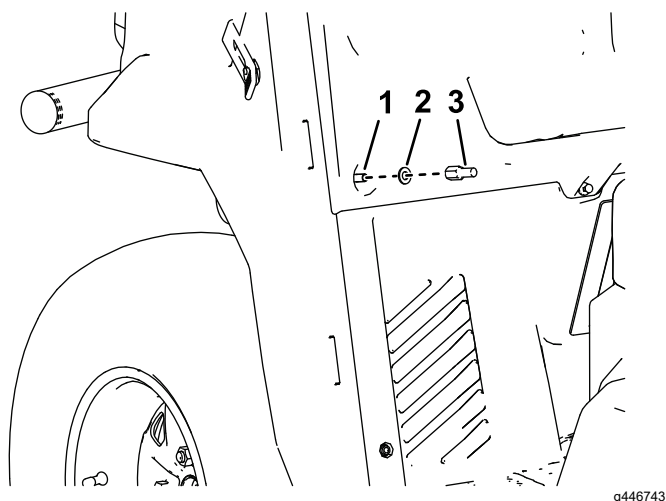

**Bild 10**
5. Stecken Sie die Schlagschraube (5/16 x 2-1/2") durch das gebohrte Loch an der Vorderseite des Rahmenrohrs (Bild 10).